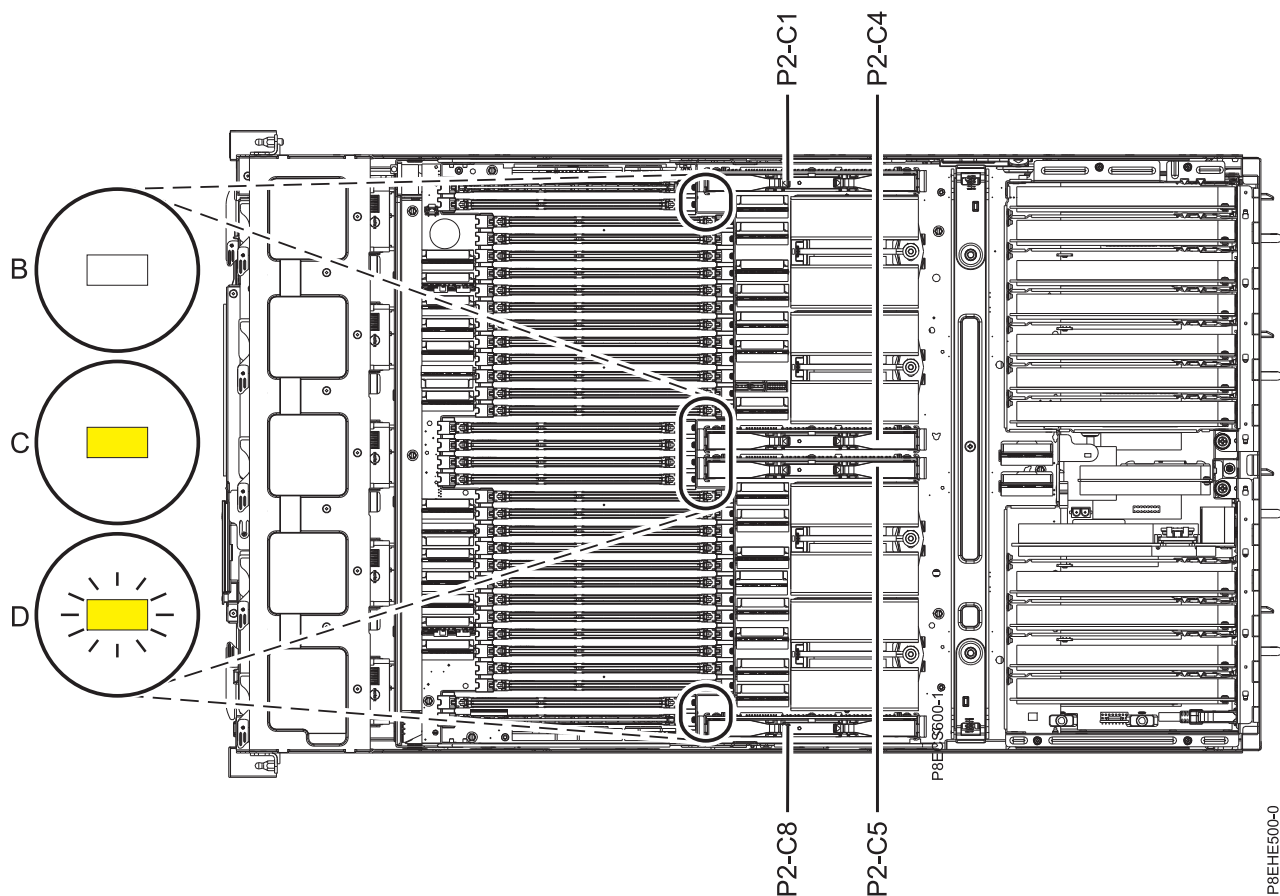

図 11. 8408-E8E システムでのプロセッサ電圧調節モジュールおよび LED の位置
3. プロセッサ電圧調節モジュール LED を見つけます。20 ページの図 11 は、プロセッサ電圧調節モジュールおよび LED の位置を示しています。